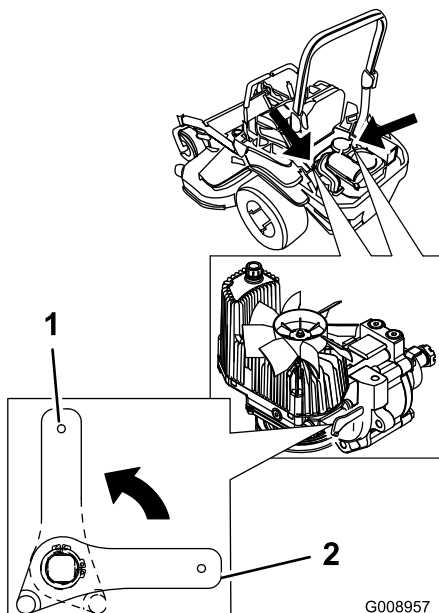

Figure 35
2. Tournez les leviers des vannes de déblocage en position verticale pour pousser la machine (Figure 35).
4. Tournez les leviers des vannes de déblocage en position horizontale pour utiliser la machine (Figure 35).